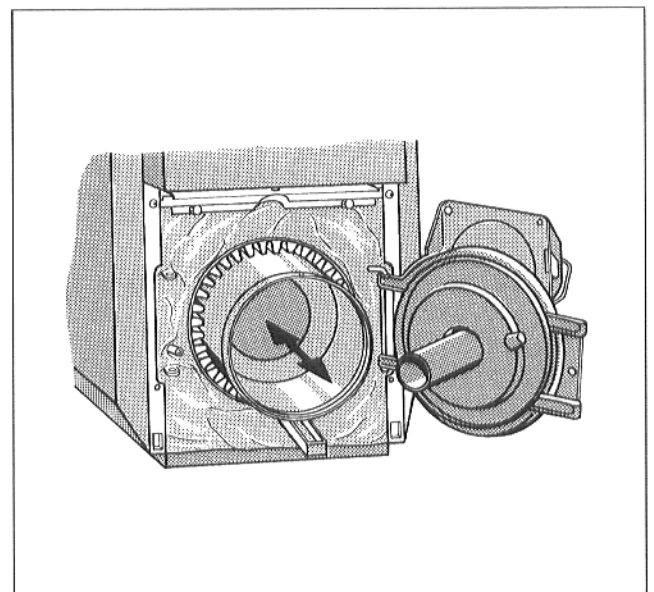

Abb. 25
- Flammtopf wieder so einsetzen, daß die Haltebügelstege vorne, unten in den Vertiefungen der Heizflächen liegen (Abb. 25).
- Brennentür öffnen, Flammtopf aus dem Feuerraum entnehmen (Abb. 25).